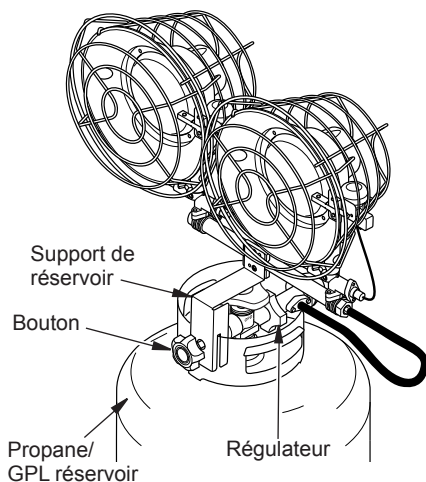

Figure 3 - Fixation de chauffage au gaz propane/GPL réservoir
5. **Modèles à 30 000 Btu uniquement** Fixez l'appareil de chauffage à la plaque de protection de la bouteille de propane ou de GPL comme le montre la figure 3.